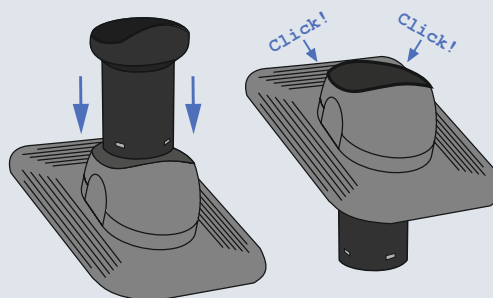

Rys. 1.
2. Przyłożyć podstawę w miejscu montażu, należy oznaczyć otwór w pokryciu odrysowując go od wewnętrznego otworu podstawy (**Rys. 1.**)